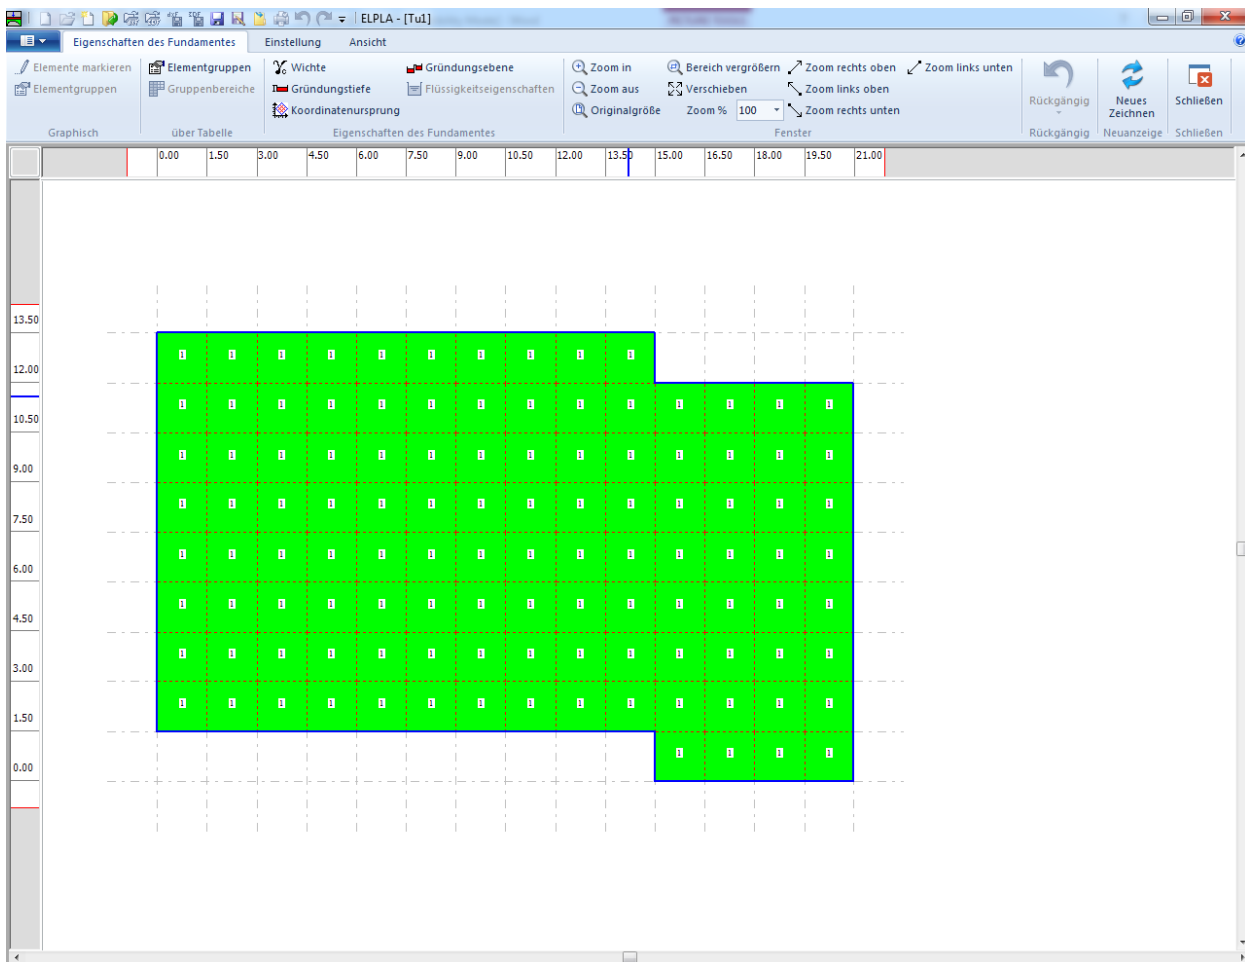
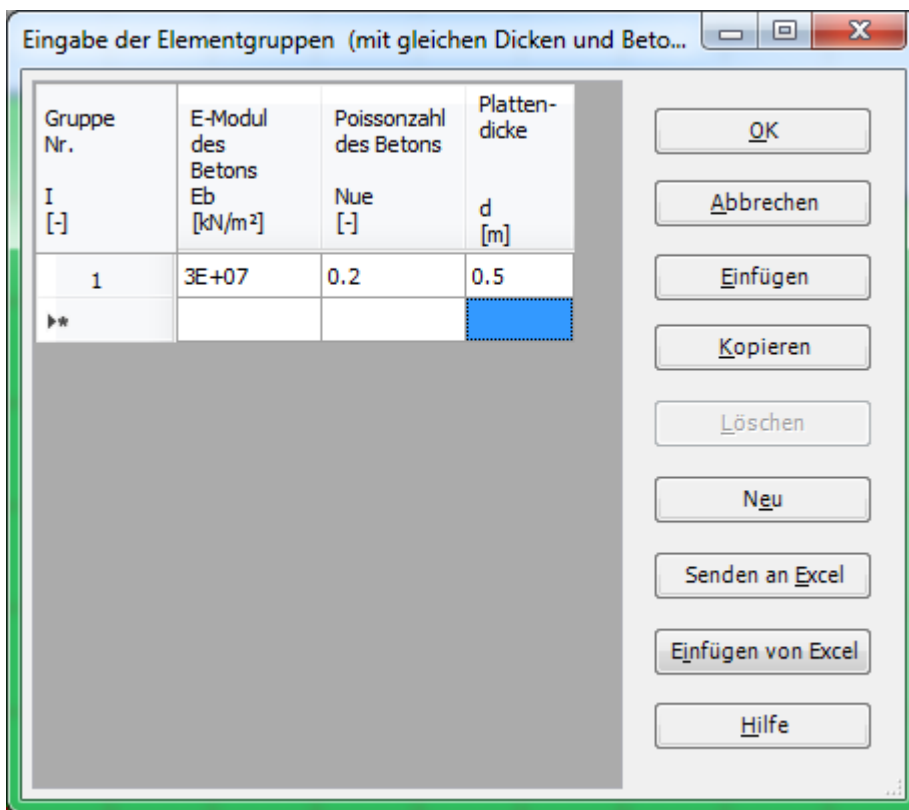
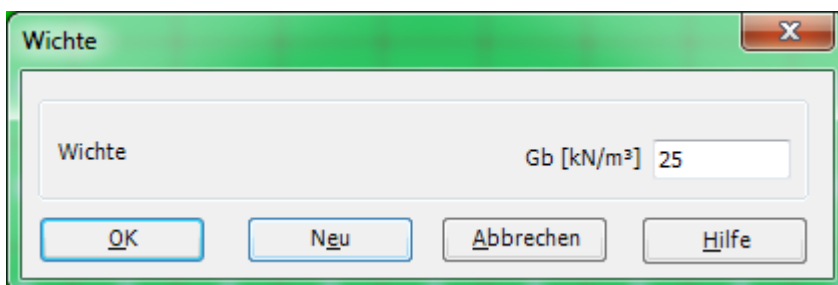
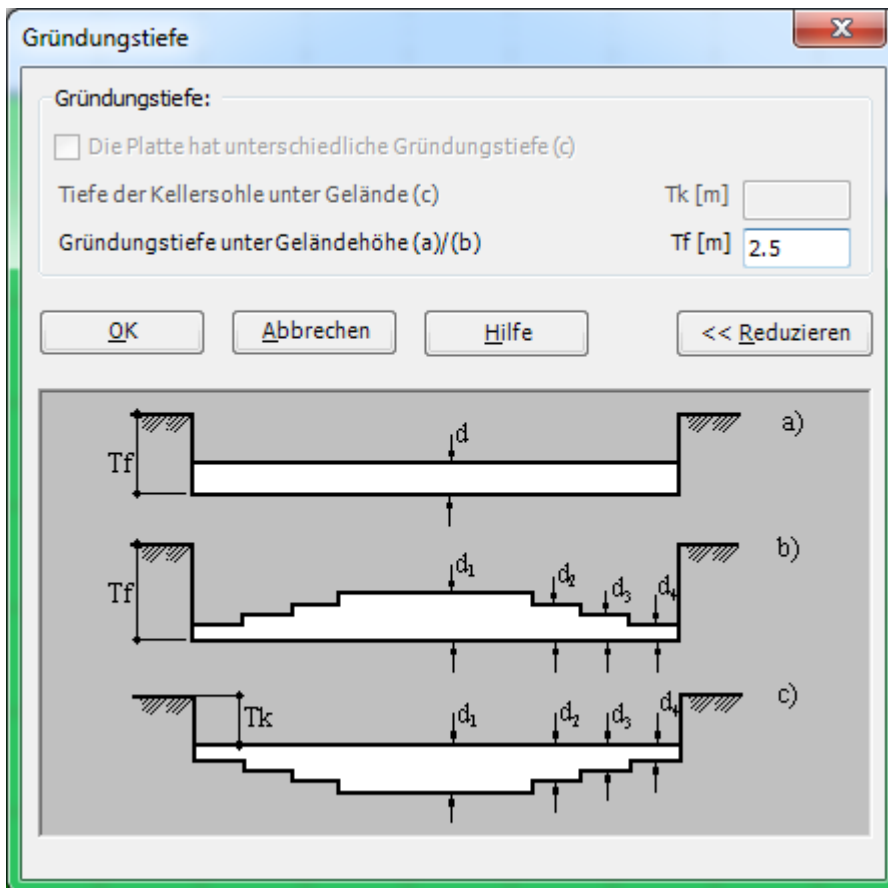

Bild 13.27 Eingebettetes Programm "Eigenschaften des Fundaments"
Bild 13.28 Listenfeld "Beschreibung der Elementgruppe"
Bild 13.29 Dialogfeld "Wichte"
Bild 13.30 Dialogfeld "Gründungstiefe"
- Wählen Sie den Befehl "Eigenschaften des Fundaments" aus der Registerkarte "Daten". Das folgende Fenster im Bild 13.27 erscheint mit Standardwerten von Eigenschaften des Fundaments. Die Daten der Eigenschaften des Fundaments für dieses Beispiel sind Fundamentmaterial, Fundamentdicke und Gründungstiefe. Die anderen Daten entsprechen den Eigenschaften des Fundaments in den Programmenü. Deshalb kann der Benutzer diese Daten aus den Standardwerten der Eigenschaften des Fundaments übernehmen
- Wählen Sie den Befehl "Elementgruppen" aus dem Menü "über Tabelle" im Fenster von Bild 13.27. Das folgende Listenfeld im Bild 13.28 mit Standardwerten erscheint. Um einen Wert im Listenfeld einzugeben oder zu modifizieren, schreiben Sie diesen Wert in die entsprechende Zelle, dann drücken Sie "Eingabe". Im Listenfeld von Bild 13.28 geben Sie *E*-Modul des Fundaments, *Poissonzahl* des Fundaments und die Fundamentdicke ein
- Wählen Sie "Wichte" aus dem Menü "Eigenschaften des Fundaments" im Fenster von Bild 13.27. Das folgende Dialogfeld im Bild 13.29 mit einer Standardwichte von 25 [kN/m³] erscheint. Belassen sie diesen Wert
- Wählen Sie den Befehl "Gründungstiefe" aus dem Menü "Eigenschaften des Fundaments" im Fenster von Bild 13.27. Das folgende Dialogfeld im Bild 13.30 erscheint, um die Gründungstiefe unter Geländehöhe zu definieren
- Wählen Sie "Speichern" aus dem "Datei"-Menü im Bild 13.27, um die Eigenschaften des Fundaments zu speichern